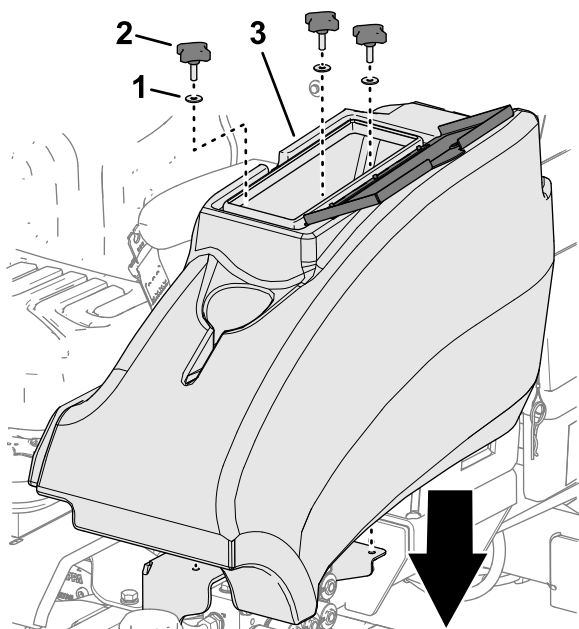

Figura 57
2. Monte el compartimento de almacenamiento en la máquina con los 3 pomos y las 3 arandelas (Figura 57).